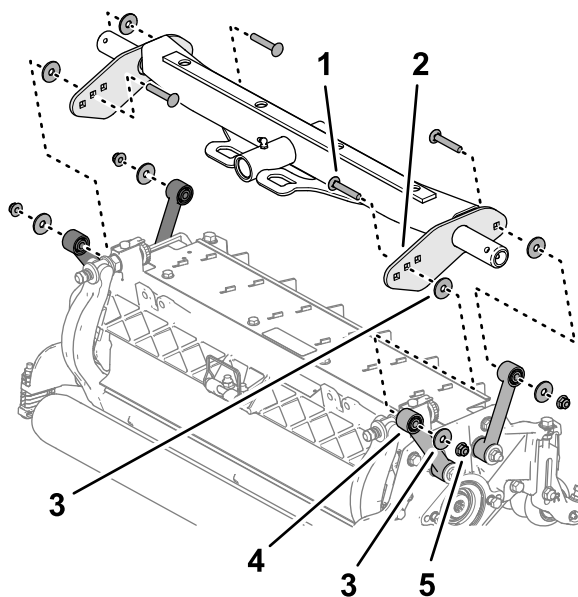

Рисунок 16
2. Установите шайбу между несущей пластиной и тягой (Рисунок 16) и соедините пластины